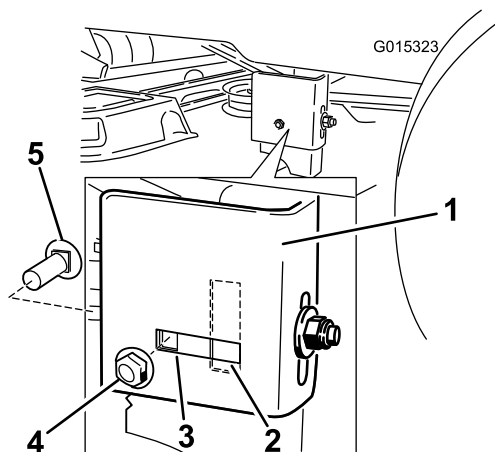

Figure 50
Remarque: Vérifiez si le boulon de carrosserie latéral se trouve dans l'emplacement fixe ou allongé (Figure 50).
- Si le boulon de carrosserie latéral est à la position fixe, retirez-le ainsi que l'écrou de blocage latéral de cette position et placez les dans l'emplacement de réglage allongé (Figure 50).